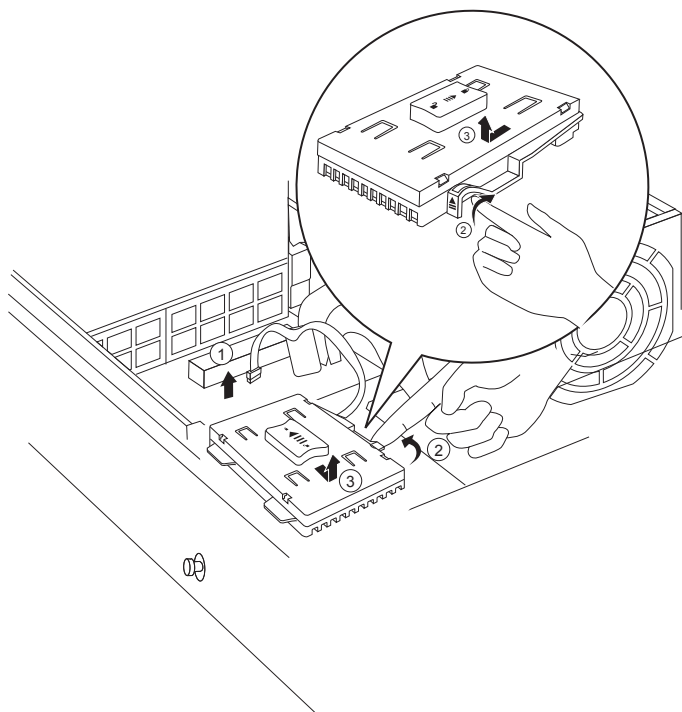

图 23 R525 服务器 电池盒拆装示意图
4. 如图 23 中①所示，拔下电池的电源线。
5. 如图 23 中②所示方向提起电池盒的扣手。
6. 如图 23 中③所示方向推并向上提起电池盒，取出电池盒。